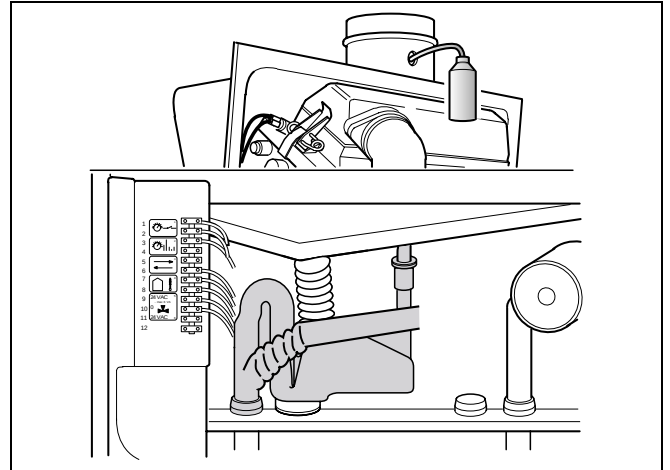

Abb. 37 Funktion Kondensatwasserbypass prüfen
- Siphon herausnehmen und reinigen (Abb. 37). Darauf achten, dass die Verschlusskappe am Siphon korrekt aufgeschraubt ist.
- Wasser (z. B. mit einer Spritzflasche) in die linke Messstelle (Abb. 37) für Abgas einspritzen und Kondensatwasserbypass auf Durchgängigkeit prüfen.